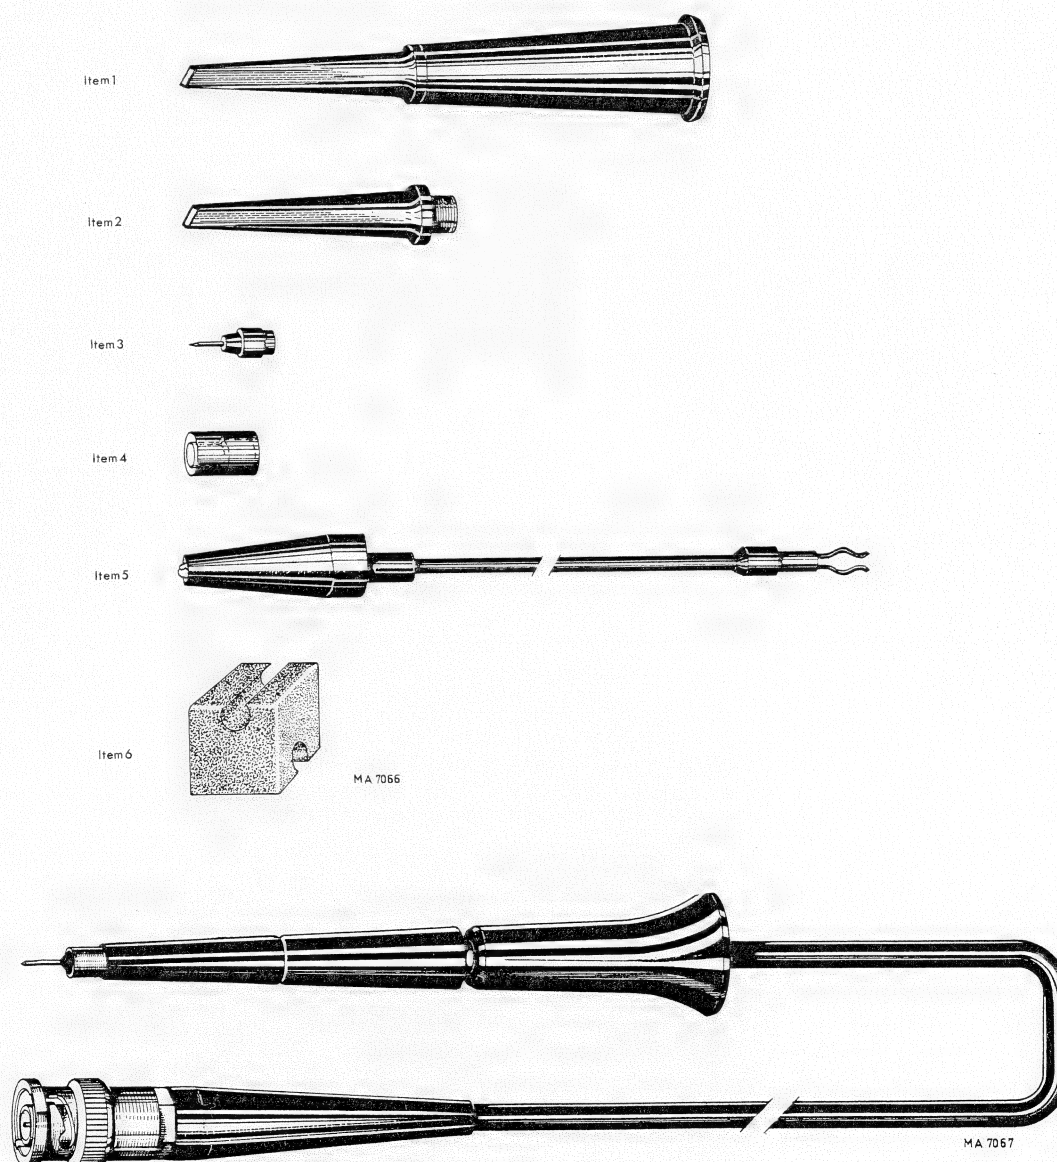

Fig. 3.18. Probe set PM 9335
1 test hook	Fig. 3.18. item 1
2 spare test hook sleeves	Fig. 3.18. item 2
2 spare probe tips	Fig. 3.18. item 3
1 protective cap	Fig. 3.18. item 4
1 earthing lead	Fig. 3.18. item 5
1 probe holder	Fig. 3.18. item 6
1 probe assembly	Fig. 3.18. item 7